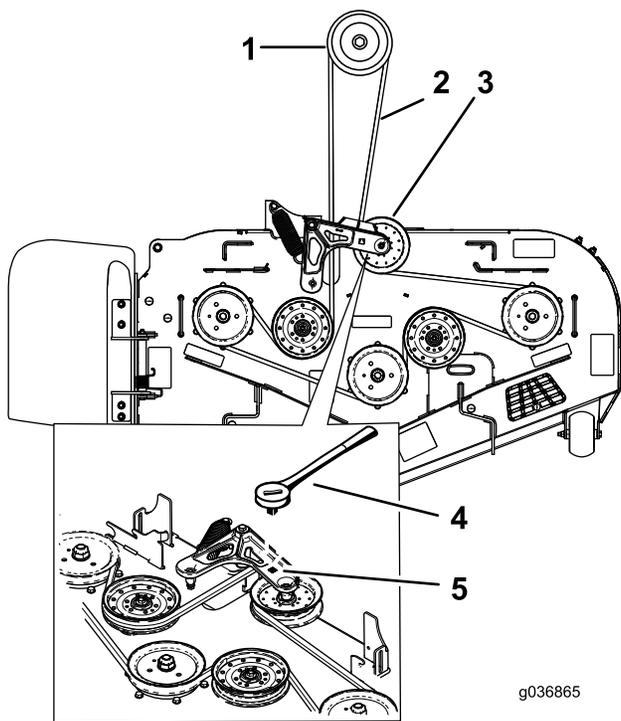

Bild 26
- Lassen Sie an der Maschine die Federspannung an der gefederten Spannscheibe ab, siehe Bild 24 oder Bild 26.
Hinweis: Setzen Sie für Mähwerke der Serie 2500 eine Ratsche in das rechteckige Loch im Spannarm ein, um die Spannung an der Spannscheibenfeder zu lösen (Bild 26).
9. Verlegen Sie den Mähwerkriemen um die gefederte Spannscheibe (Bild 24 oder Bild 26).